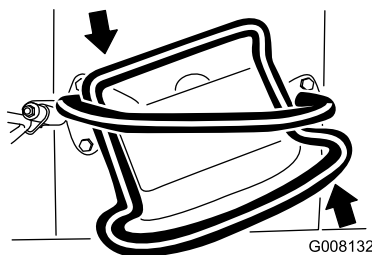

Figura 11
- Pentru a vira la stânga, rotii maneta de traciune în sens invers acelor de ceasornic (Figura 11).